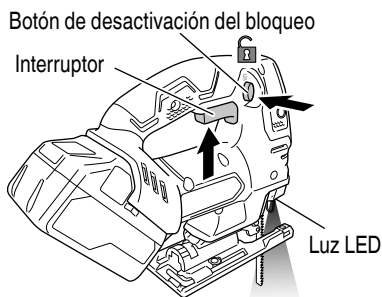

Fig. 22
2. Cómo usar la luz LED (Fig. 22)